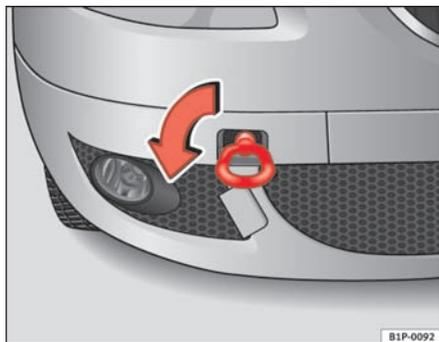
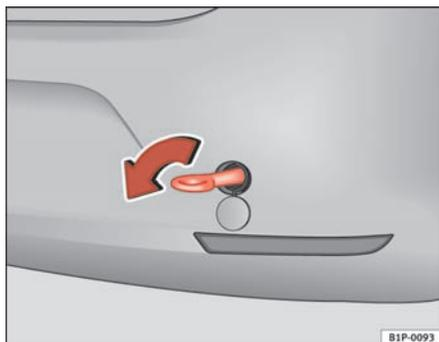

Fig. 182 Atornillado de la argolla de remolque en la parte delantera derecha del vehículo
Fig. 183 Atornillado de la argolla de remolque en la parte trasera del vehículo
- Atornille la argolla hasta el tope hacia la *izquierda*, en el sentido que indica la flecha, tanto en la parte delantera ⇒ **fig. 182**, como en la trasera ⇒ **fig. 183**. ■